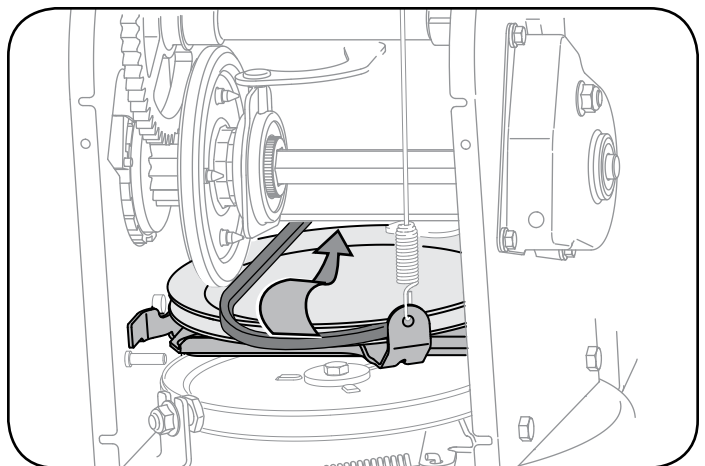

Figura 23
- Deslice la correa de la transmisión fuera de la polea y de entre la rueda de fricción y el disco de la rueda de fricción. Vea la figura 23.